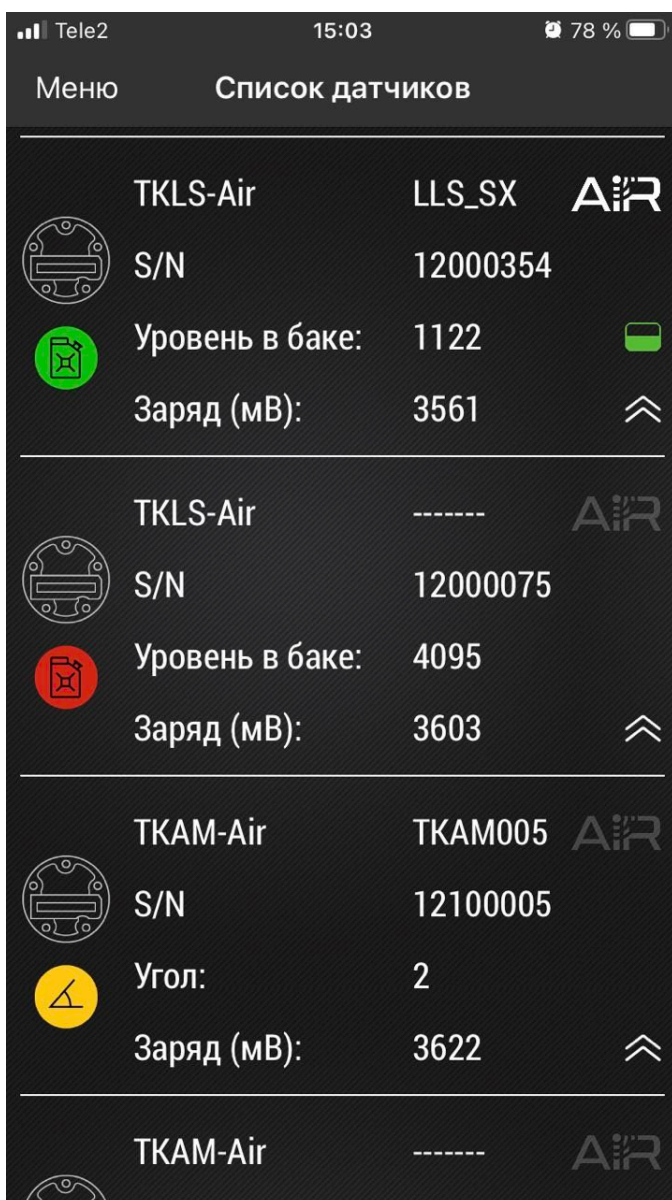

Рис.8. Найденные датчики.
- Запустите приложение USP Tool. Откроется окно поиска датчиков. Если в радиусе действия Bluetooth есть ранее активированные датчики, находящиеся в режиме «Работа» или «Конфигурация», они появятся на экране устройства (**Рис.8**).